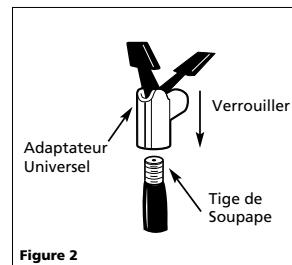

Figure 2
- Gonfler l'objet en verrouillant l'adaptateur universel dans la tige de la soupape. S'assurer de pousser l'adaptateur universel complètement par dessus les filets de la tige de soupape. Une fois que l'adaptateur universel soit fermement en place, appuyer sur le levier d'arrêt afin de verrouiller sur la tige de soupape (Voir Figure 2).